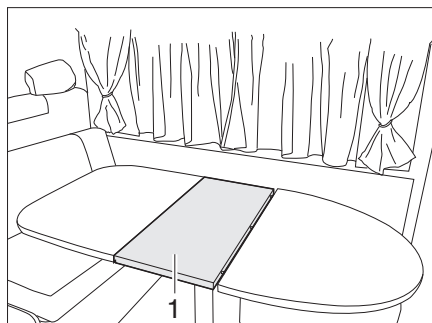

Bild 100 Festen Tisch vergrößern
- Die Tischplattenverlängerung (Bild 100,1) einsetzen.
- Die Tischplattenverlängerung (Bild 100,1) entnehmen und sicher verstauen.